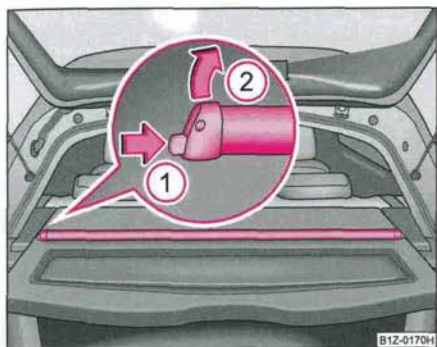

Fig. 54 Déposer le store pare-soleil
- Décrochez les éléments de fixation du cache du coffre à bagages de (C).
- Poussez la sécurité dans le sens de la flèche (1) et sortez le pare-soleil dans le sens de la flèche (2) ⇒ fig. 54. ■